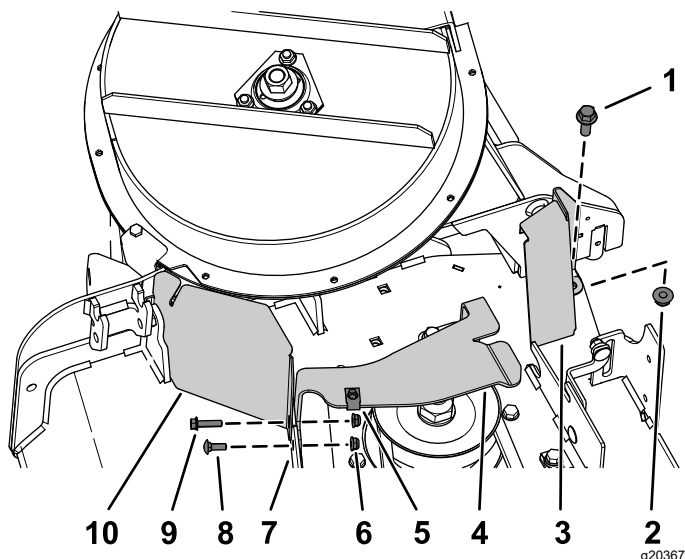

Figura 11
1. Allineate i fori della puleggia CE al foro nella staffa del deflettore anteriore e al foro esterno nella flangia della scocca anteriore (Figura 11).
2. Allineate la staffa del copricinghia CE con i fori sul lato posteriore della flangia della scocca anteriore (Figura 11).
3. Fissate la protezione della puleggia CE e la staffa del copricinghia alla flangia del piatto anteriore nel foro esterno con il bullone a testa esagonale ($\frac{1}{4}$ " x 1") e un dado flangiato ($\frac{1}{4}$ ") come illustrato nella Figura 11.
4. Fissate la staffa del copricinghia alla flangia del piatto anteriore nel foro interno con il bullone a testa tonda ($\frac{1}{4}$ " x $\frac{3}{4}$ ") e un dado flangiato ($\frac{1}{4}$ ") come illustrato nella Figura 11.
5. Allineate il foro alla flangia posteriore della staffa del copricinghia CE al foro nella scocca in cui avete rimosso la staffa del copricinghia alla fase 1 di Rimozione della staffa di montaggio del copricinghia (pagina 3); fate riferimento a Figura 11.
6. Fissate la flangia posteriore della staffa del copricinghia CE al piatto con un bullone a testa esagonale ($\frac{3}{8}$ " x 1") e un dado flangiato ($\frac{3}{8}$ ") come illustrato nella Figura 11.
7. Allineate il dado a graffetta al foro nella parte superiore della staffa del copricinghia CE e premetelo sulla staffa (Figura 11).
- Montate, senza serrarla, la protezione posteriore sul piatto di taglio utilizzando un bullone a testa esagonale ($\frac{3}{8} \times 1"$) e un dado flangiato ($\frac{3}{8}"$) come illustrato nella Figura 11.